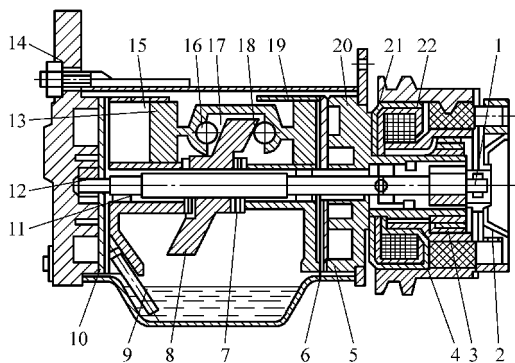

图8-15 回转斜盘活塞压缩机结构
1) 结构。回转斜盘式压缩机的结构如图8-15所示，它主要由气缸、前缸盖、后缸盖、前阀门板、后阀门板、主轴、斜盘和活塞等组成。